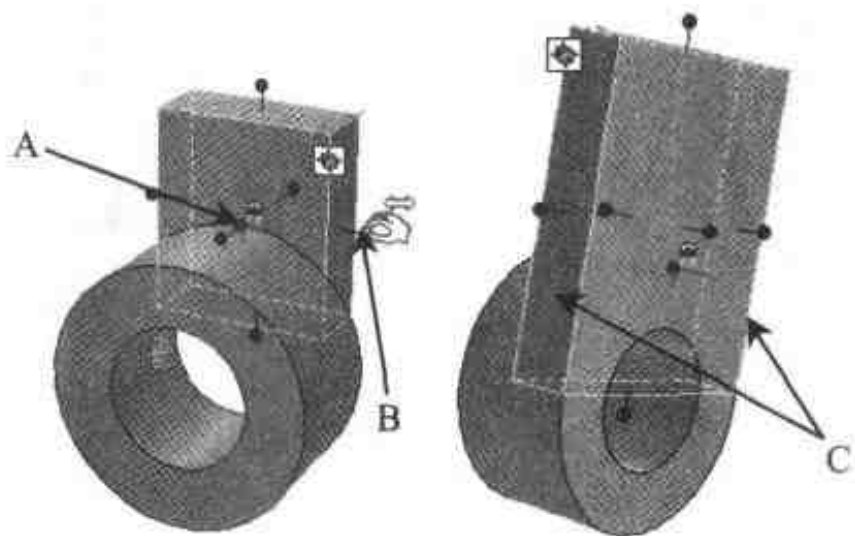

图 1.3 将长方体和带孔柱体对齐
- (2) 调整长方体图素的尺寸手柄，用智能捕捉(按住 Shift 键的同时拖动手柄)使长方体两侧边和背面和圆柱体对齐，或右击长方体图素的长度手柄(B)，选择【编辑包围盒】命令，在弹出的对话框中设置宽度为 100(和外圆直径相等)，结果如图 1.3 右图所示。